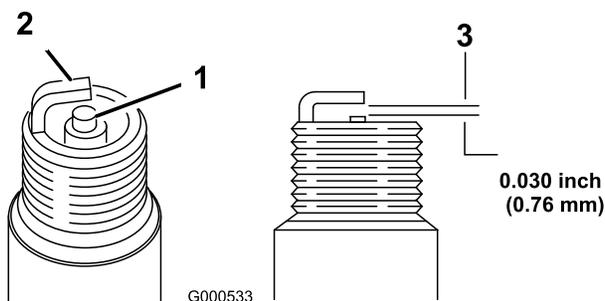

Figura 38
5. Fije el hueco entre los electrodos en 0,76 mm (Figura 38).